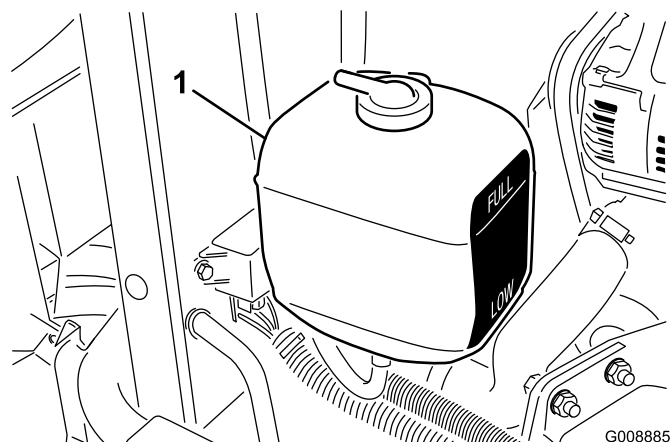

Figura 21
1. Compruebe el nivel de refrigerante del depósito de expansión (Figura 21). Con el motor frío, el nivel del refrigerante debe estar aproximadamente en el punto medio entre las marcas del lateral del depósito.